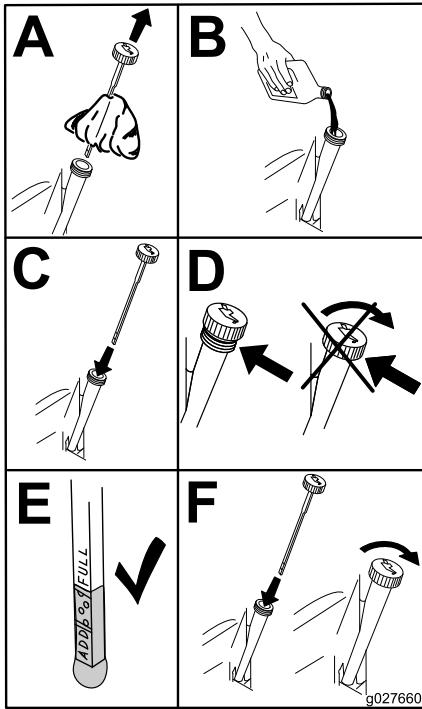

Figura 54
- Deite cerca de 80% do óleo especificado no tubo de enchimento e adicione lentamente o óleo adicional para atingir a marca **Full** (Figura 54).